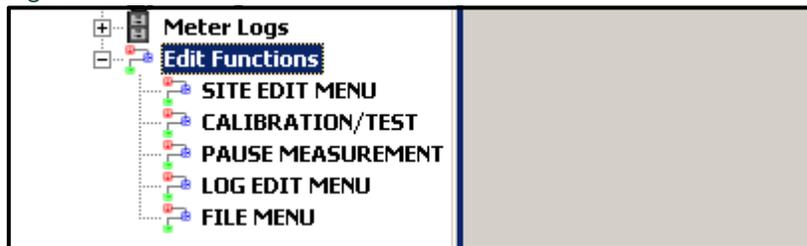
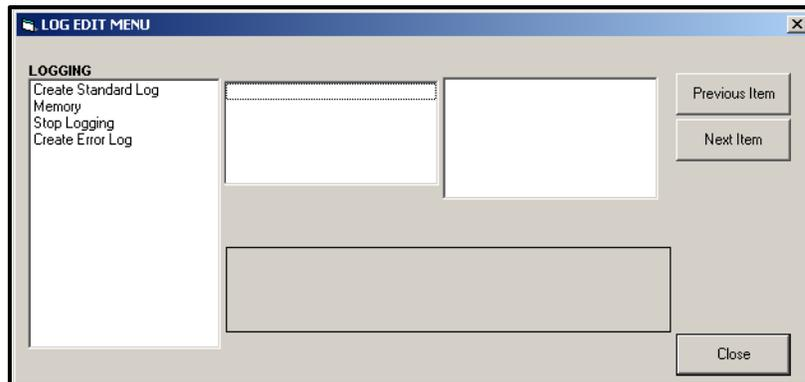

Figura 10: Menú Editar funciones para XGM868i con tarjeta de registro
Figura 11: Ventana del menú de edición de registros
1. Desde el *Navegador de nuevo medidor* en PanaView, expanda el árbol de red y abra la opción *Edit Functions* (*Editar funciones*) (descrita en el Apéndice C, *Programación del XGM868i mediante PanaView*). Aparecerá un menú similar al de la Figura 10.
2. Haga doble clic en *Log Edit Menu* (*menú Editar registro*), como se muestra en la Figura 10. Aparece una ventana similar a la de la Figura 11.